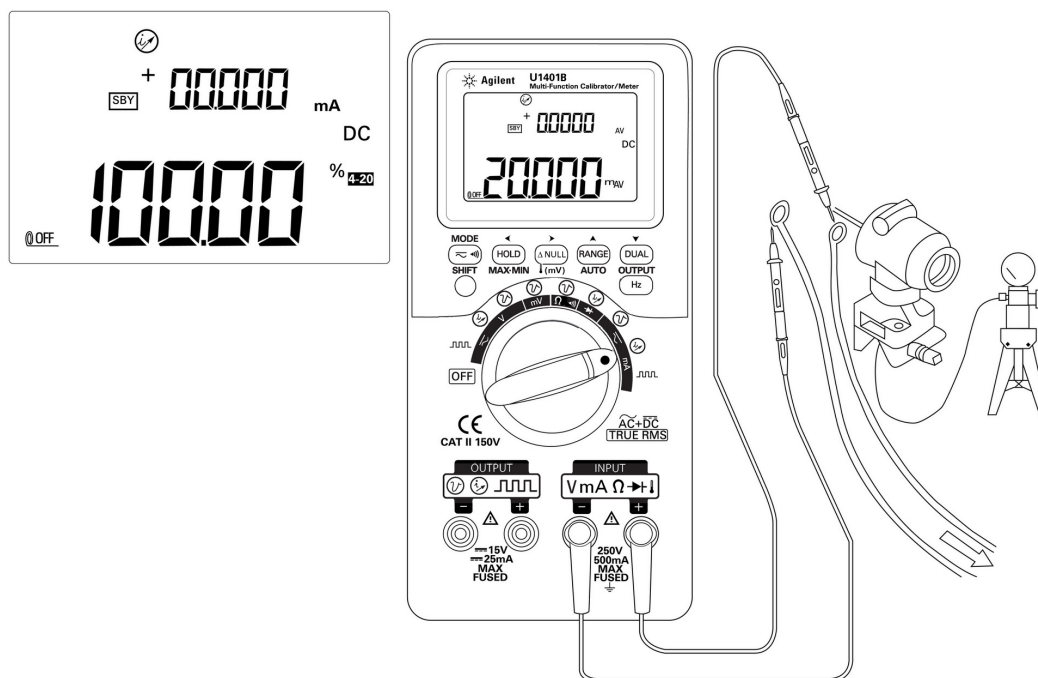

Figura 3-3 Medição de corrente DC (mA)
- 4 Conecte as pontas de prova em série com o circuito e leia a exibição (consulte Figura 3-3).
- 5 Conecte as pontas de prova em série com o circuito e leia o mostrador. O mostrador da Figura 3-3 exibe a leitura da escala percentual que representa 20 mA na escala de 4 mA a 20 mA.